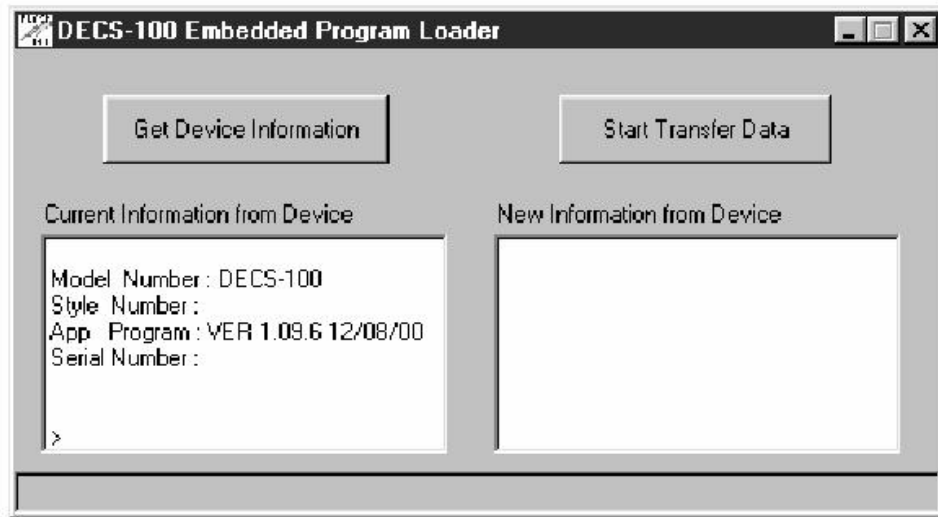

图 5-23. 读取 DECS-100 信息
4. 单击 **Get Device Information** 按钮，DECS-100 嵌入软件加载程序读取并在左侧框中显示 DECS-100 的型号、序列号和应用程序版本号等（如图 5-23）。